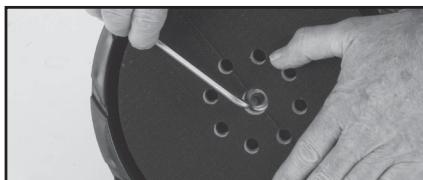

Fig. 11
- Håll stödplattan med ena handflatan och använd den andra handen för att lossa sexkantsskruven med den levererade 5 mm insexnyckeln. **(Fig. 11)**